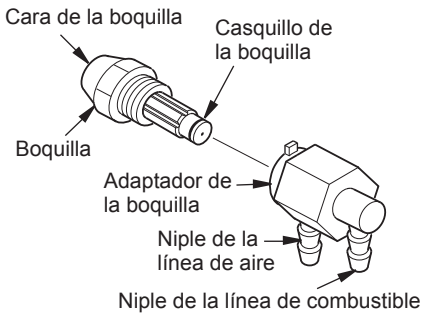

Figura 16 - Boquilla y adaptador de la boquilla
6. Desmonte cuidadosamente la boquilla del adaptador de la boquilla utilizando una llave tubular de 5/8" (consulte la figura 16, página 37).
9. Vuelva a colocar la boquilla en el adaptador hasta que la boquilla se asiente. Apriete 1/3 de vuelta más usando una llave tubular de 5/8" de 4.5 a 5.1 N-m (40" a 45"-lb). Consulte la figura 16, página 37.